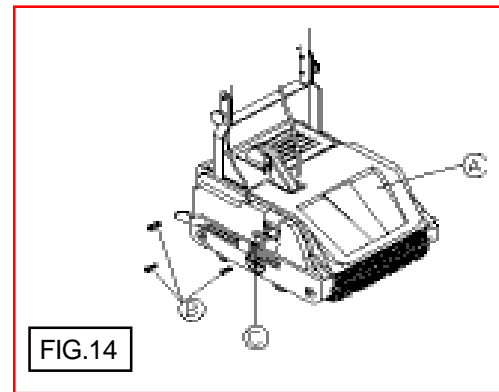

FIG.14
13.3 AUSWECHSELN DER SICHERUNG (FIG. 14)